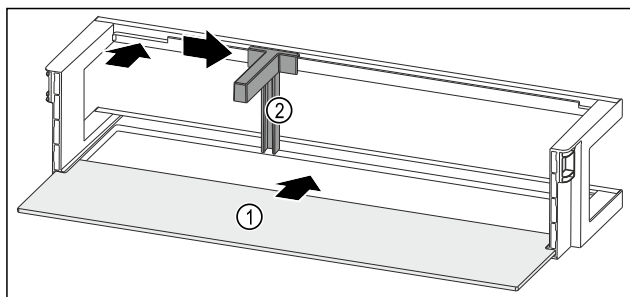

Fig. 104 Türabsteller mit Abstellfläche
- Abstellfläche Fig. 104 (1) in die seitlichen Einsparungen einschieben.
- Flaschenhalter Fig. 104 (2) in die Aussparung einsetzen.
- Flaschenhalter Fig. 104 (2) in gewünschte Position zur Seite schieben.